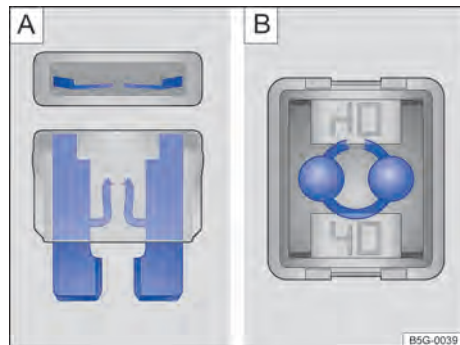

Fig. 193 Fusível queimado: **A** fusível plano, **B** fusível de bloqueio.
- Um *fusível plano* (ATO®, MINI®) queimado é reconhecido de cima ou de lado pela carcaça transparente nas faixas metálicas derretidas → Fig. 193 **A**.
- Um *fusível de bloqueio* (JCASE®) queimado é reconhecido pelas faixas metálicas derretidas por cima da carcaça transparente → Fig. 193 **B**.